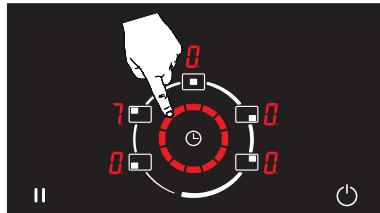

Abbildung 36
2. Der Kochbereich, für den die Autokochfunktion ( **R** ) eingestellt ist, wird mit dem Drehschieber auf die gewünschte Temperaturstufe eingestellt und die Autokochfunktion ( **R** ) beendet. (Siehe Abb. 36)